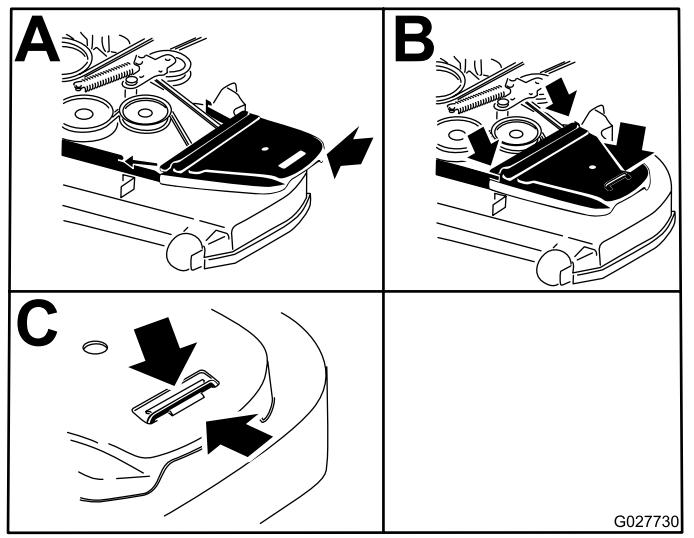

Figura 92
- Instale las cubiertas de la correa (Figura 92).